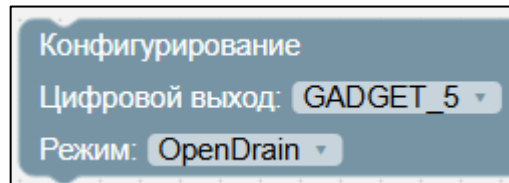

Рисунок II-45 – Блок конфигурирования
1) Блок конфигурирования (см. Рисунок II-45):